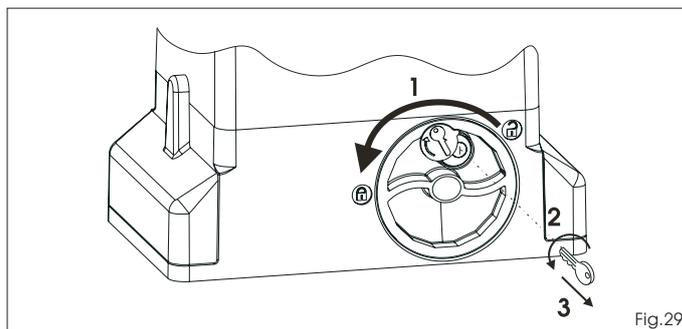

Fig.29
- 1) Gire el sistema de desbloqueo en sentido anti-horario hasta su tope, Fig. 29 ref. 1.
- 2) Gire la llave en sentido antihorario y quítela de la cerradura, Fig. 29 ref. 2 y 3.